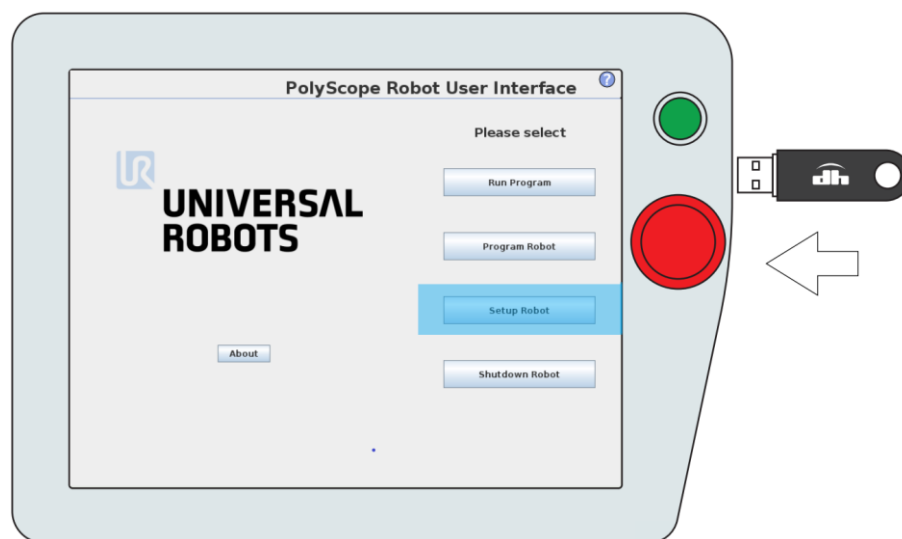

图 5.1 插入 U 盘
1. 将存储着插件文件的数据 U 盘插入示教器的 USB 口。如图 5.1 所示。